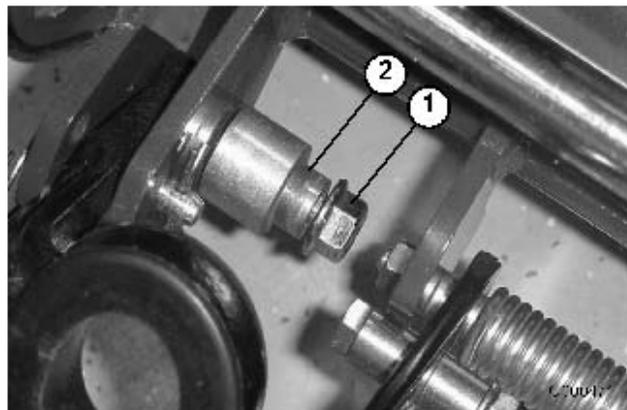

Bild 4
1. Nehmen Sie die Sicherungsbundmutter von der Kopfschraube ab, und drehen Sie den Stift an jeder Seite des Rasenmähers (Bild 4).